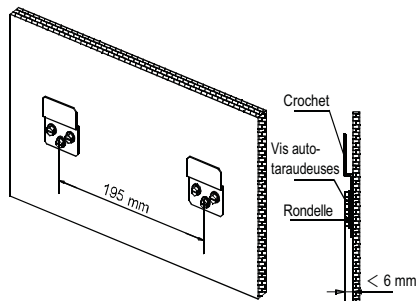

Figure 5 – Ancrage des crochets
- Emplacement qui fournit les dégagements appropriés, comme indiqué à la fig. 5.
1. Les crochets de montage doivent être placés horizontalement et de niveau au mur. Tous les dégagements minimaux indiqués dans la figure 5 doivent être respectés.
2. Ancrez les crochets au mur aux emplacements spécifiés à l'aide des vis de montage (consultez la figure 5). Ancrez les crochets aux montants du mur.